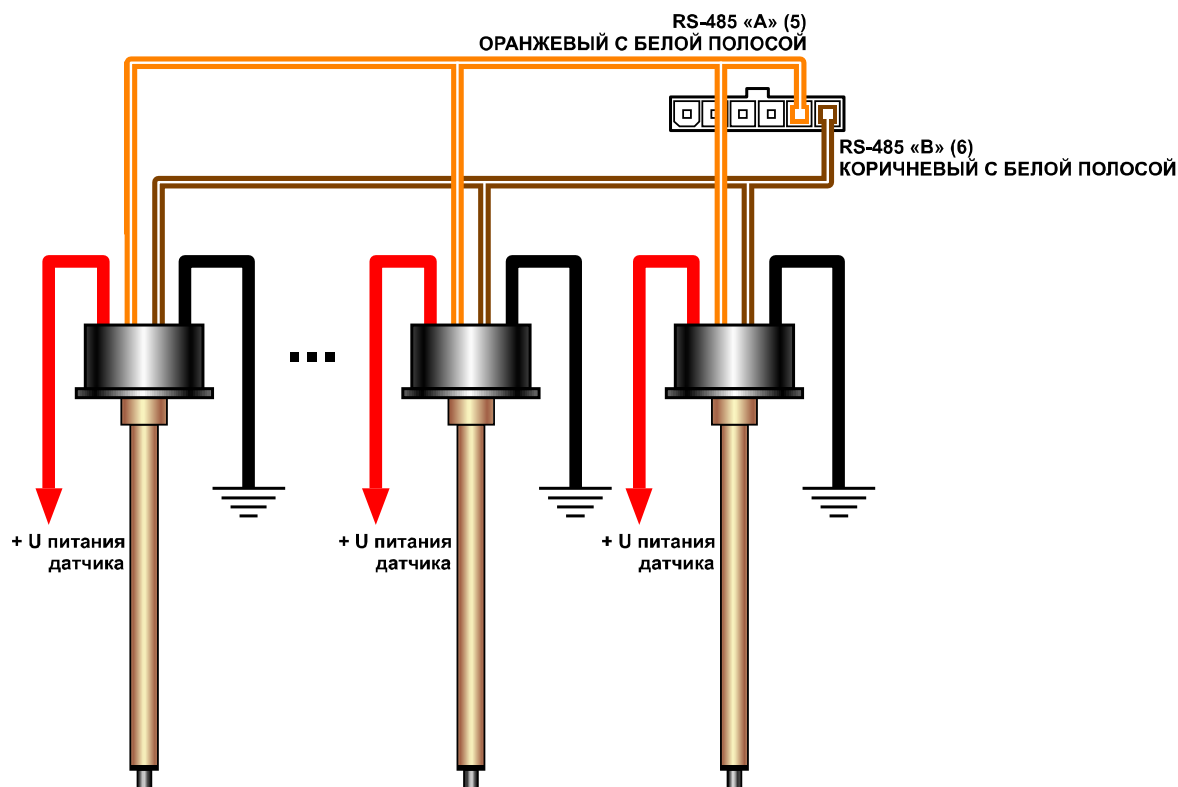

Рис.12. Схема подключения датчиков уровня топлива
**Схема подключения датчиков угла наклона соответствует схеме подключения датчиков уровня топлива (Рис.12).**